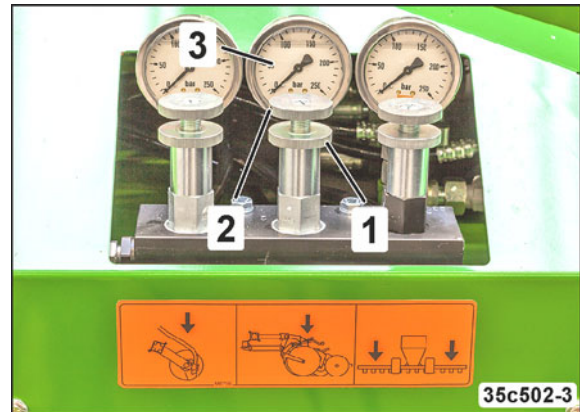

Fig. 177
1. Løsn kontramøtrikken (Fig. 177/1).
2. Indstil skærtrykket ved at dreje på ventilskrue (Fig. 177/2).
- Aflæs trykket på manometeret (Fig. 177/3).
Det på manometeret (Fig. 177/1) viste tryk ændrer sig indtil blæseren (adskillesestromlen) kører med konstant omdrejningstal.